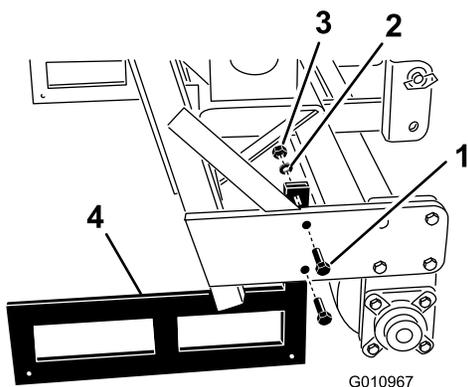

Рисунок 35
- Отверните болты, снимите стопорные шайбы и гайки, которые крепят подставки для хранения на каждом конце аэратора (Рисунок 35).